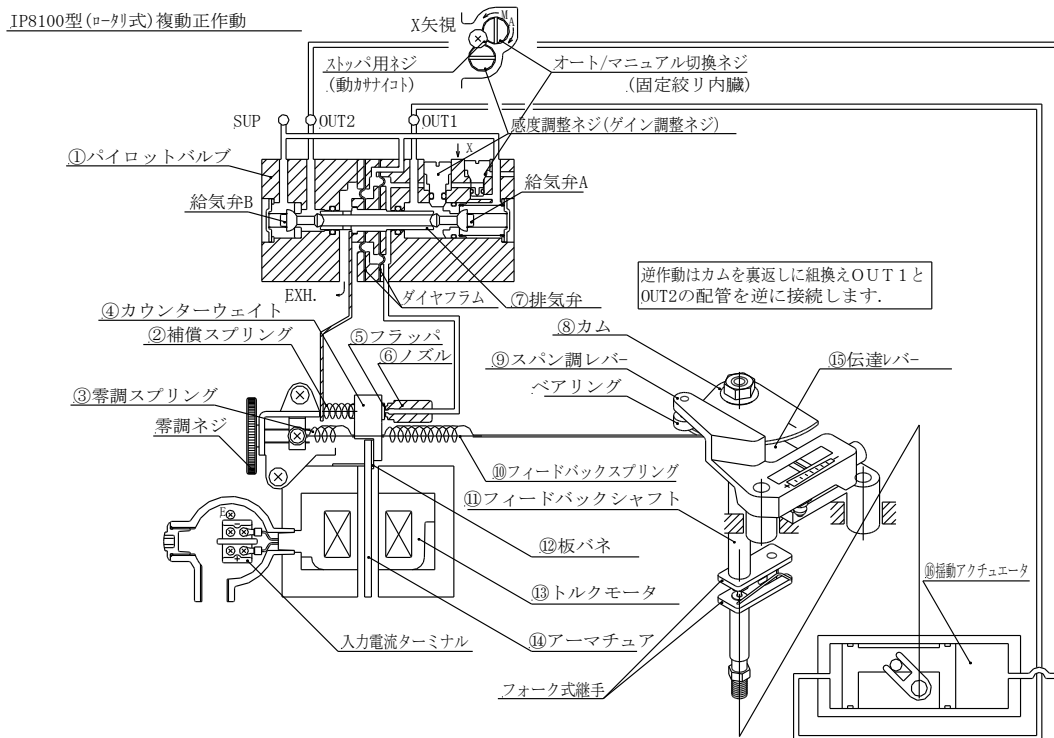

図4 IP8100型動作原理図
入力電流が増加すると、⑬トルクモータの⑫板バネを支点として⑭アーマチュアが反時計方向の回転トルクを受け、④カウンターウェイトが左方に押され、⑥ノズルと⑤フラツパの間隔が開いて、ノズル背圧が下がります。その結果、①パイロットバルブの⑦排気弁が右方に動いてOUT 1の出力圧力は、上昇し、OUT 2の出力圧力は下降しますので、⑯揺動アクチュエータが回転します。⑯揺動アクチュエータの動きは、⑪フィードバックシャフト、⑧カム、⑨スパン調レバー、⑫伝達レバーを介して⑩フィードバックスプリングに作用し、アクチュエータは入力電流による発生力とバランスした位置で平衡します。図4は、⑧カムDA面正作動（入力電流増時に、⑯揺動アクチュエータの主軸時計回転）にて例記しています。②補償スプリングは、⑦排気弁の動きを即④カウンターウェイトにフィードバックするもので、ループの安定性を高めます。零点調整は、③零調スプリングの張力を変えて行います。